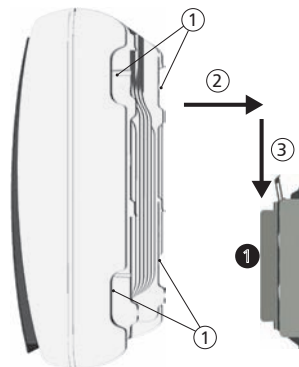

Abbildung 23
- Wechselrichter an Griffmulden ① oder umlaufendem Rand fassen, mittig auf die Montageplatte ① aufsetzen ② und leicht andrücken (Abbildung 23).
- Wechselrichter absenken ③, bis das Sicherungsblech der Montageplatte hörbar einrastet. Dabei müssen die Haken an der Rückseite des Wechselrichters über die Nasen an der Montageplatte geführt werden.